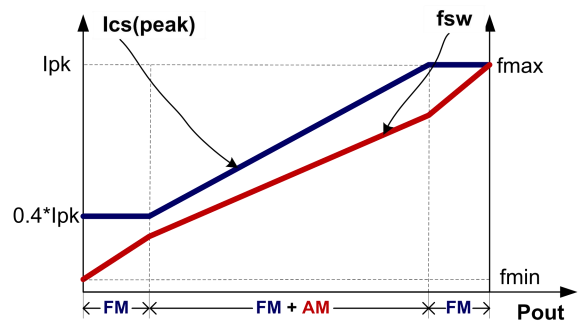

图 4
如图 4 所示，为了满足严苛的平均效率和待机功耗要求，DP2513XB 采用了调幅控制 (AM) 和调频控制 (FM) 结合的多模式控制技术。